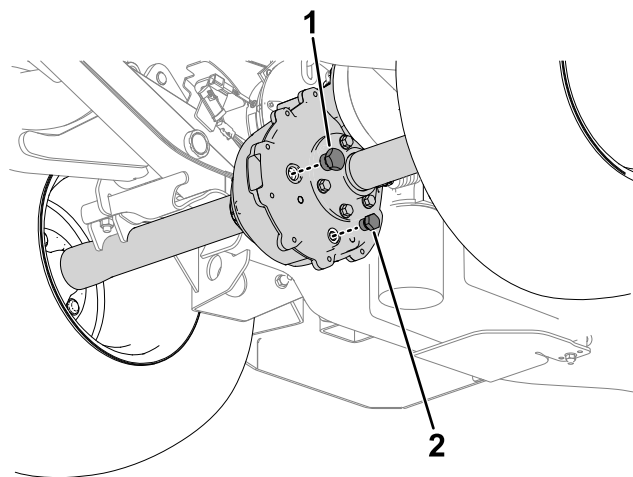

Bild 52
2. Entfernen Sie die Füllschraube (**Bild 52**).
3. Entfernen Sie die Ablassschraube (**Bild 52**) und lassen Sie das Öl vollständig ablaufen.